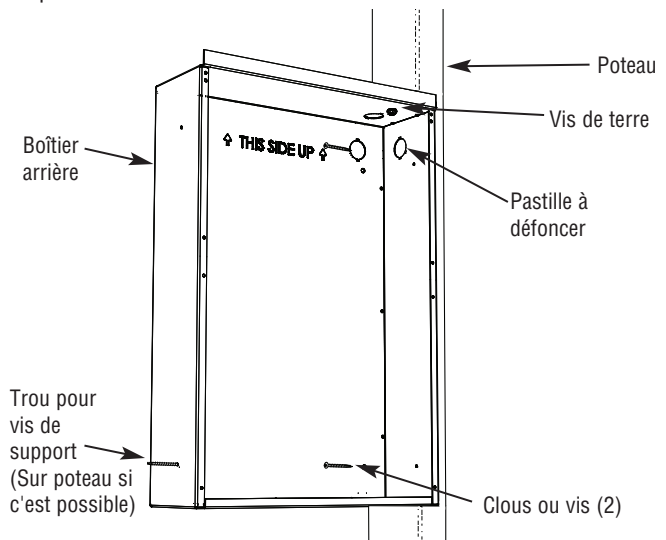

Figure 2. Fixation du boîtier au poteau
1. Dans une construction neuve sans finition de mur en place, positionnez le boîtier arrière contre le côté d'un poteau mural, en le laissant dépasser légèrement du poteau pour arriver de niveau avec la surface de mur finie (Il vous faut connaître l'épaisseur de la future finition murale avant l'installation). Fixez le boîtier au poteau en utilisant deux vis (non fournies) comme montré en Figure 2.
- a. Si c'est possible, installez une vis longue additionnelle (comme une vis à bois de 3") au travers du trou de montage du bas, pour aller jusqu'au Poteau le plus proche (Voir la Figure 2). Veillez à ne pas serrer cette vis avec excès pour ne pas déformer le boîtier arrière, ce qui rendrait l'insertion de l'ensemble de radiateur difficile ou impossible. Cette vis ne devra être serrée que juste assez pour tenir en place.
- b. Percez un petit trou dans le boîtier arrière, de niveau avec la surface intérieure du mur fini, et installez-y une vis (sa longueur n'est pas critique, mais elle doit faire au moins 1" ou 2,5 cm). Voir la Figure 2.
1. Localisez un poteau et marquez soigneusement le mur avant de découper un trou mesurant 12-1/2" (31,8 cm) de large sur 17-3/4" (45,1 cm) de haut, de façon à ce qu'un côté de cette découpe suive le bord du poteau (Voir la Figure 2).
3. Insérez le boîtier arrière dans l'ouverture, en alignant ses côtés pour arriver de niveau avec la surface de mur fini, et fixez le boîtier au poteau en utilisant deux vis (non fournies) comme montré en Figure 2.
5. Insérez une vis à bois #8 de trois pouces de long (non fournie) au travers du côté libre du boîtier arrière qui n'est pas fixé au poteau, et fixez dans le trou de montage du bas. Cela empêchera le boîtier arrière de pouvoir être tiré du côté non supporté au moment de l'installation dedans de l'ensemble de radiateur. Faites attention de ne pas faire mordre la vis à bois de plus de 3/8" dans le poteau. Trop d'enfoncement entraînerait la sortie du boîtier arrière de son alignement (Voir la Figure 2).